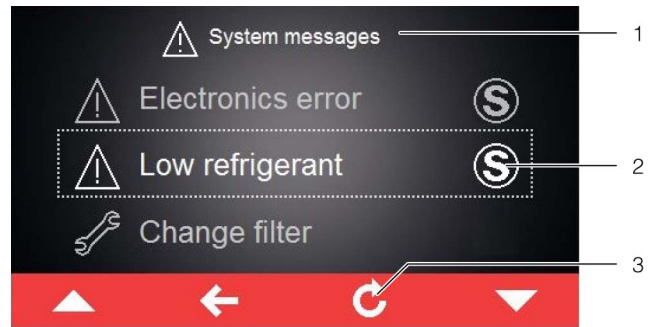

Fig. 34 : écran avec des messages de défaut
sage de défaut ainsi que dans la barre d'outils à côté du symbole pour les informations système (fig. 34, pos. 2).